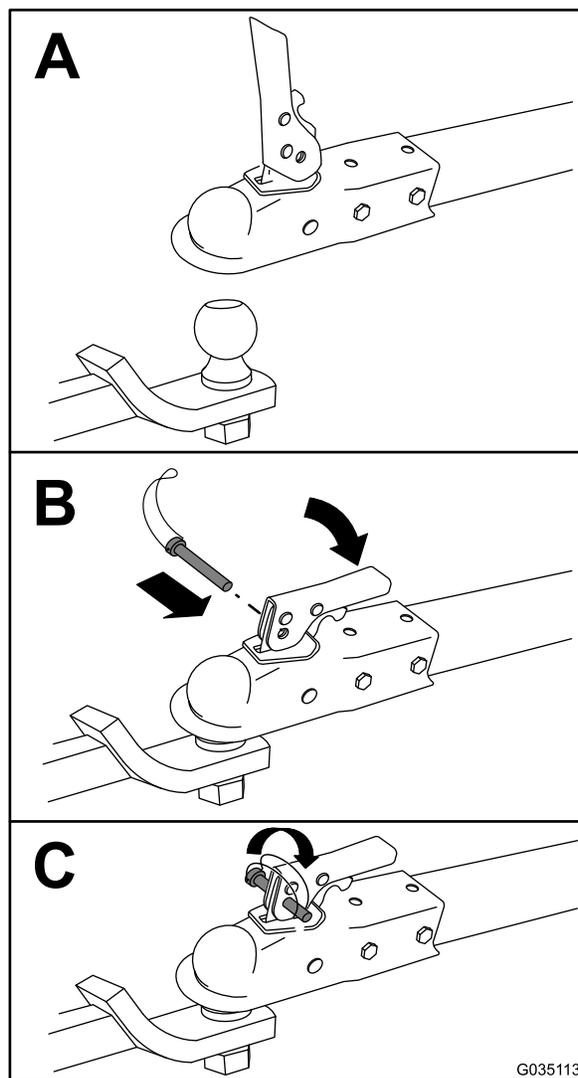

Figure 13
6. Attachez la machine comme montré à la Figure 13.